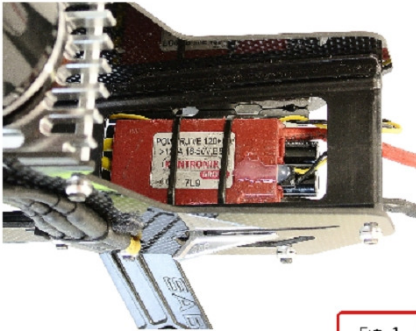
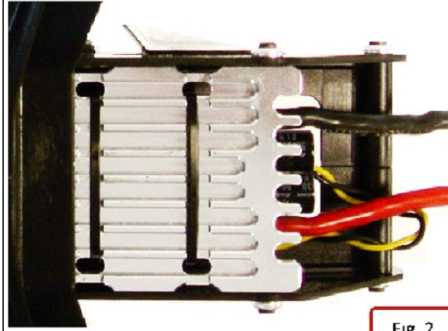

Fig 1
Fig 2
Fig. 1 zeigt die korrekte Verkabelung der Phasenkabel (Kabel von Regler zum Motor)
- Wir weisen erneut darauf hin, dass Motorritzel und Riemenrad der ersten Getriebestufe exakt gleich hoch laufen müssen. Korrigieren Sie die Einbauhöhe des Motorritzels falls nötig. (siehe Fig. 2. und 3.)
Der Regler wird im vorderen Teil des Modells an der dafür vorgesehenen Befestigungsebene platziert. Wenn Sie die vier Bohrungen wie in Figure 1. dargestellt angebracht haben, kann der Regler vorsichtig mit Kabelbinder befestigt werden. (siehe Figure 2. und 3.)